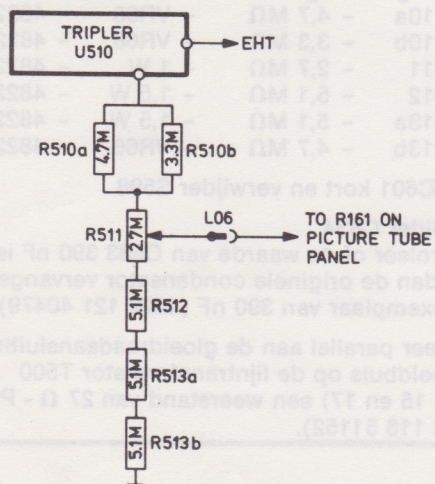

Fig. 2
- Vervang het beeldbuis paneel door de uitvoering 4822 212 20186. De gloeidraadwikkeling van de lijntrafo dient nu aangesloten te worden tussen de punten 1 en 6 van de beeldbuis. Wijzig op het nieuwe beeldbuispaneel de focusvonkenbrug door het vrije printstripje te verwijderen (zie Fig. 2).